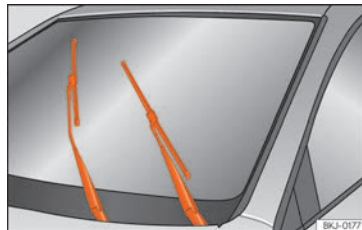

Fig. 82 Limpiaparabrisas en posición de servicio.
- Conecte y desconecte el encendido y a continuación (antes de aproximadamente 9 segundos) desplace la palanca del limpiaparabrisas hacia abajo (barrido breve). Las escobillas se desplazan hasta la posición de servicio » » fig. 82.